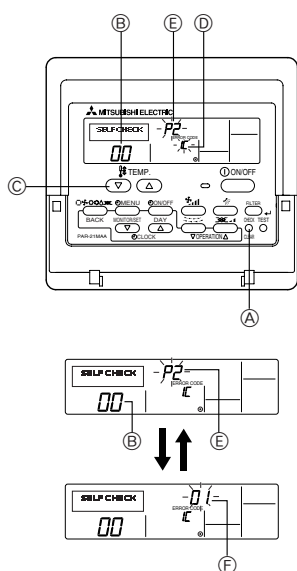

Fig. 7-3
7.3.1. Para controlo remoto com fio (Fig. 7-3)
- ① Ligue a alimentação.
- ② Prima duas vezes o botão **[CHECK]**.
- ③ Se utilizar o controlo do sistema defina o endereço do refrigerante com o botão **[TEMP]**.
- ④ Prima o botão **[ON/OFF]** para parar a autoverificação.